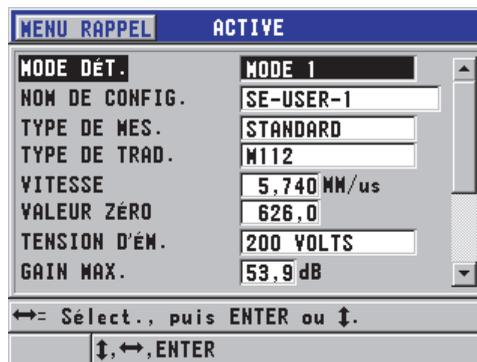

Figure 10-1 Écran ACTIVE de la configuration d'une sonde monoélément
5. Dans l'écran **ACTIVE**, faites ce qui suit (voir la Figure 10-1 à la page 188) :